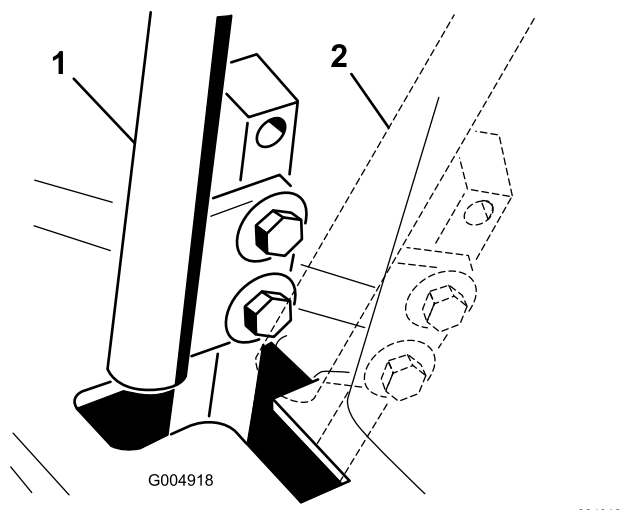

図 50
4. コントロールレバーをニュートラル位置にするロック位置にはしない 図 50。
6. コントロールレバーと、コンソールのノッチとの位置関係を見る 図 50。